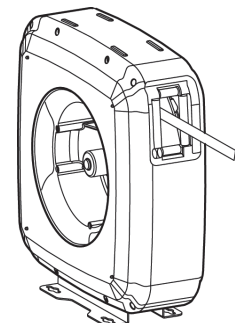

Fig. 9
- Pull the hose hard enough to release the latch, and slowly allow the hose to retract (fig. 9).
- Tire de la manguera hasta liberar el trinquete y acompañe lentamente la manguera al recogerse (fig. 9).
- Libérer le cliquet tirant doucement sur le flexible et rembobiner lentement et complètement le tuyau en l'accompagnant (fig. 9).